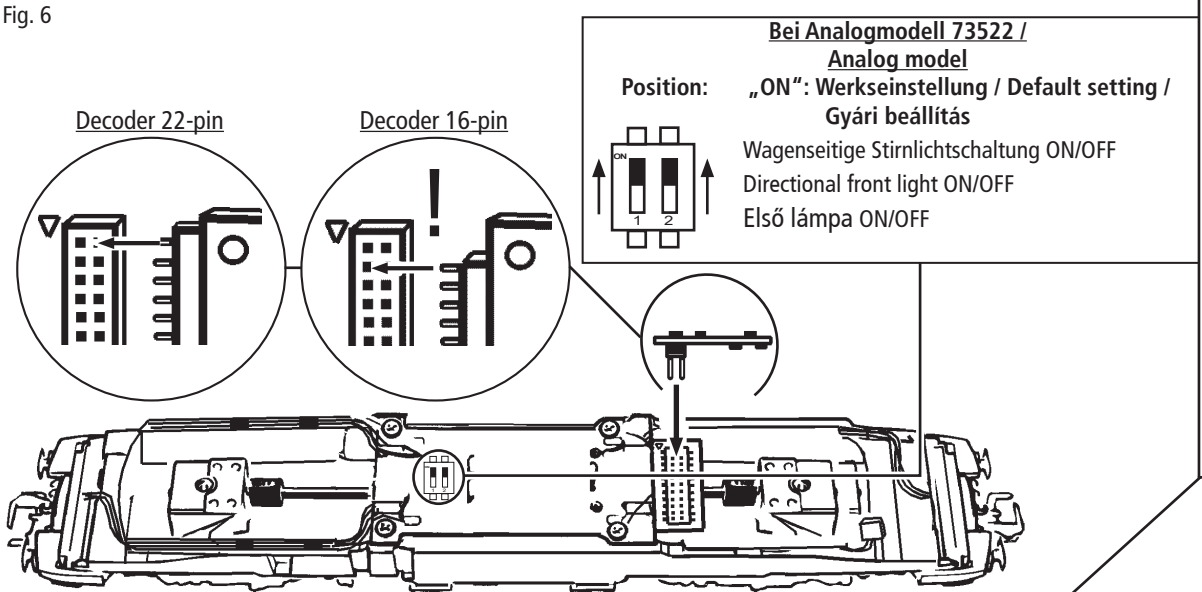

Fig. 7
4. Kohlebürstenwechsel: Lokgehäuse abnehmen (Fig. 4). Danach wird der Motor ausgebaut und die Kohlebürsten ausgewechselt (Fig. 7).
4. Carbon Brush Changing: First remove loco body (fig. 4), and then the motor (fig. 7).